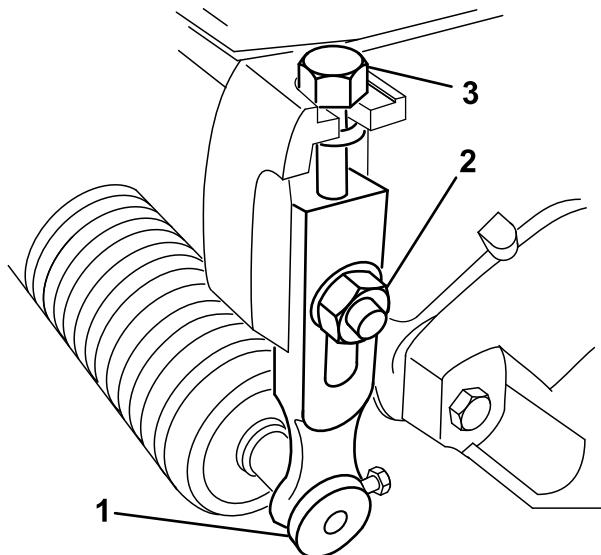

Figura 17
1. Desaperte as porcas de bloqueio que fixam os braços da altura de corte às placas laterais da unidade de corte (Figura 17).